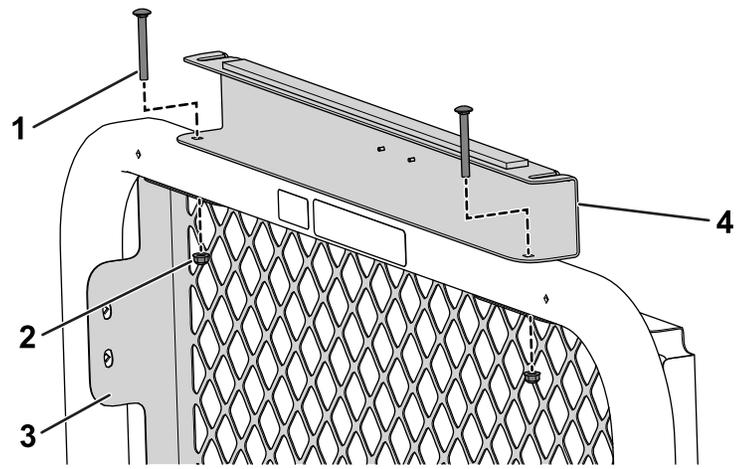

図 33
5. キャリッジボルト5/16 x 2³/₄ インチ2本とフランジナット5/16 インチを使って、日よけの後サポートと後スクリーンを ROPS に固定する図 33。